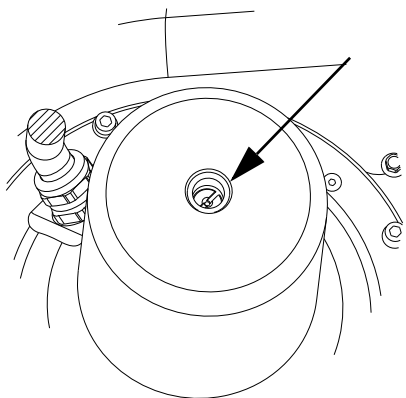

Рис. 9 Вал электродвигателя в разрезе, вид сверху
2. Переверните электродвигатель дном вверх и извлеките уплотнительное кольцо (187) и манжетное уплотнение (187a), если таковые установлены.
3. Ослабьте рым-болт и заглушку в верхней части электродвигателя и заблокируйте вал, вставив отвертку в паз в торце вала. См. рис. 9.
4. Отпустите и извлеките рабочее колесо (49), убрав шпонку рабочего колеса (A).
2. Заблокируйте вал, вставив отвертку в паз в торце вала. См. рис. 9.
3. Слегка затяните рабочее колесо при помощи шпонки рабочего колеса (A).
4. Замените уплотнительное кольцо (187).
5. Установите электродвигатель в резервуар и затяните винты (55b) с необходимым моментом затяжки. См. раздел 5. Моменты затяжки и смазочные материалы. Убедитесь, что уплотнительное кольцо (187) установлено глубоко на месте.